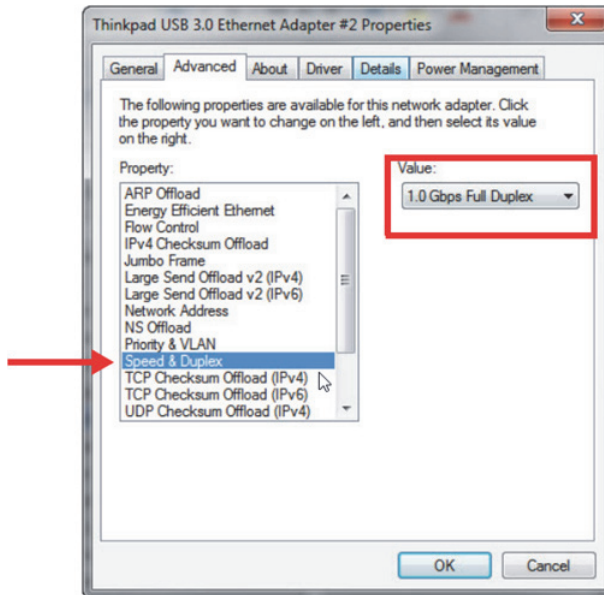

Figure 7-3 Réglage de la vitesse et du duplex
- Dans l'onglet **Advanced** (Avancé), sous **Properties** (Propriétés), sélectionnez **Speed & Duplex** (Vitesse et Duplex), puis sous **Value** (Valeur), changez la valeur pour **1.0 Gpbs Full Duplex** ou **Auto-Negotiation** (Négociation automatique) [Figure 7-3 à la page 76].